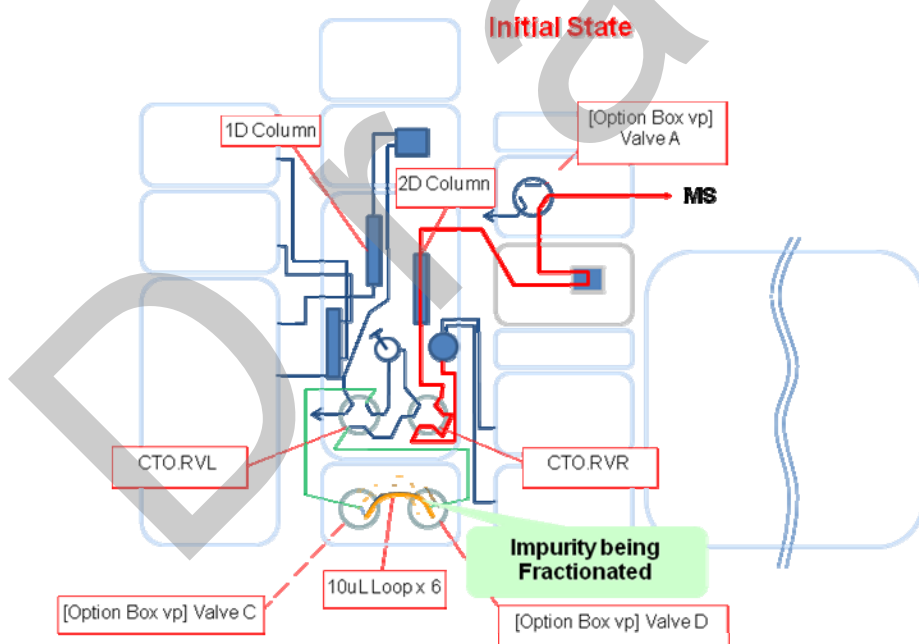
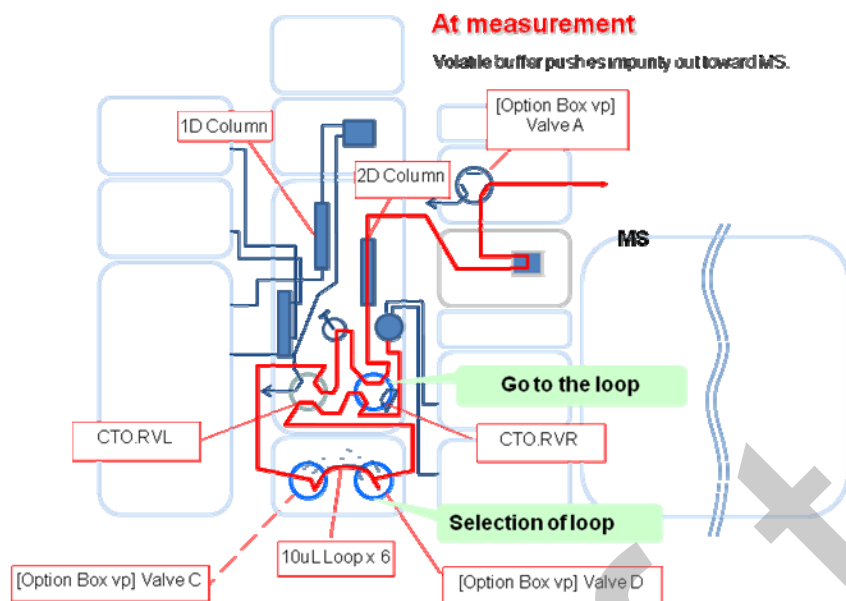

图 4. 2ndD 初始状态
图 5. 2ndD 馏分环中杂质被输送经过柱子分离后进质谱
3. 2ndD 分析，依次分析 loop 6, 1, 2, 3, 4, 5，共进行六次，如图 4 和图 5 所示。Loop 6 分析仅用于冲洗平衡管路，不用于收集馏分。